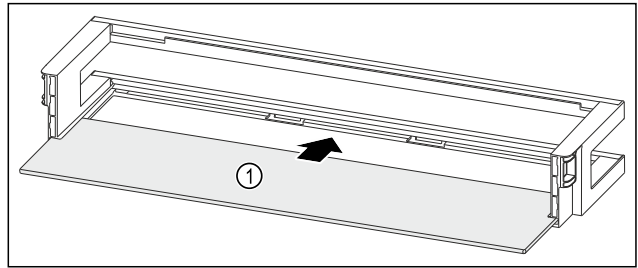

Fig. 87 Raf alanlı kapı rafı
- Raf alanını Fig. 87 (1) yandaki girintinin içine itin.